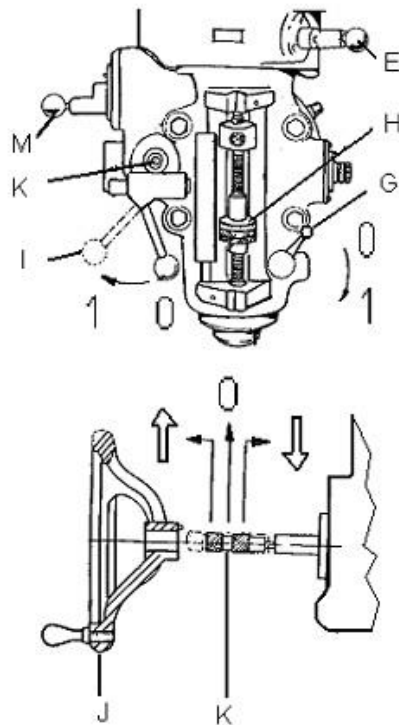

Рис. 9
- **ходовой винт для перемещения стола по вертикали (С, Рис. 9).**
Наполнить масленку (А, Рис.9) маслом.